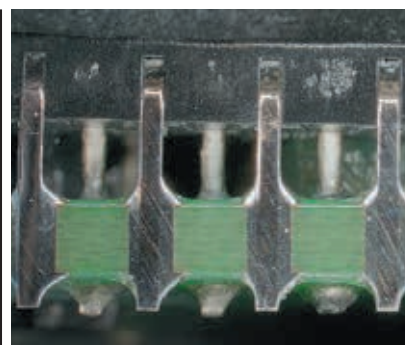

Рис. 14. Результат паяння (поперечний переріз)
- наявність не менше 75% покриття припоєм з обох боків виводів (рис. 14);